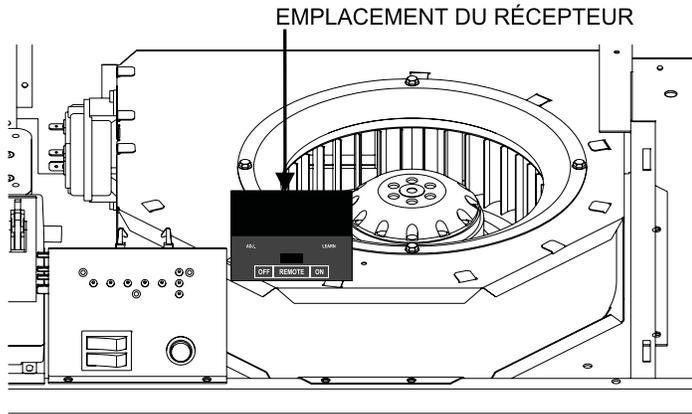

Figure 60
- A. Avec l'alimentation principale du foyer coupée, installer 4 piles AA de 1,5 V dans le récepteur à distance. Le récepteur à distance est situé à l'intérieur du foyer, monté sur le dessus du logement de soufflante et attaché avec du Velcro. Voir Figure 60. Installer le récepteur et la commande à distance selon les instructions des pages 34 à 39.